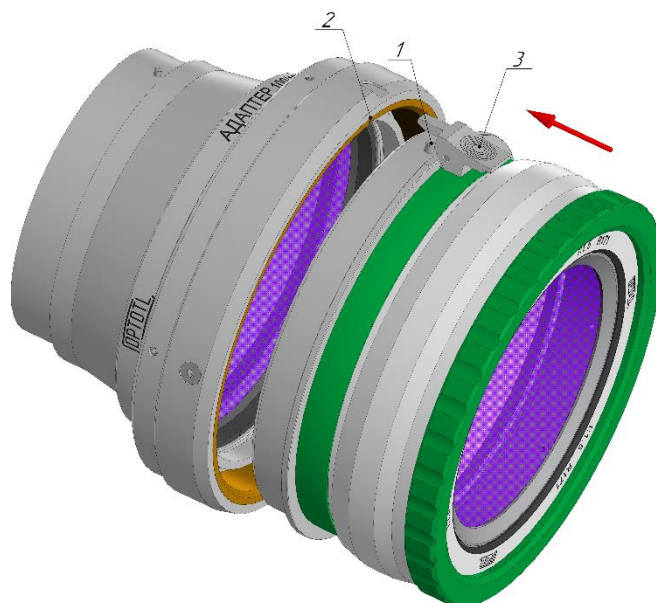

Рисунок 1. Соединение адаптера и насадки
- Штифты байонета объектива 1 заводятся в соответствующие прорези байонета адаптера 2 (Рис. 1),